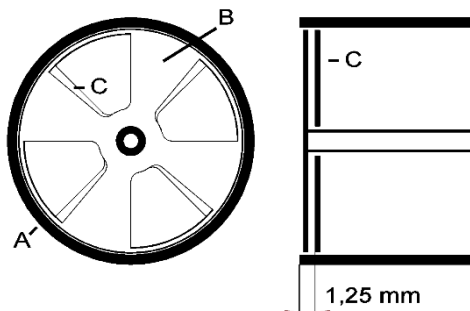

Fig. 1: Feldmühle
Bei der Bestimmung des E- Feldes ist der Plattenabstand zwischen Elektrode und Stator (C) zugrunde zu legen (vergleiche Fig. 1). Das heißt, dass zur eingestellten Plattendistanz (Abstand